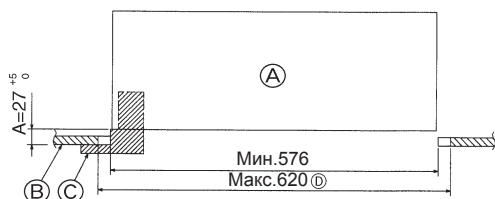

Fig. 8-2
①	Решетка	1	650 × 650 (мм)
②	Винт с привязной прокладкой	4	M5 × 0,8 × 25 (мм)
③	Шаблон	1
④	Фиксатор	2
⑤	Лента	2
8.2. Подготовка к установке вентиляционной решетки (Fig. 8-2)